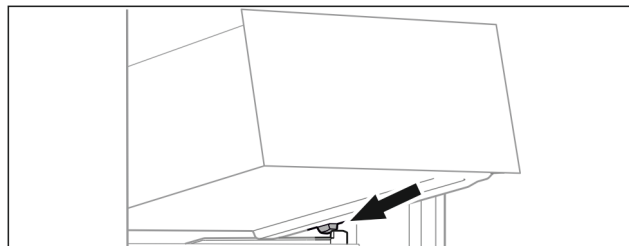

Fig. 121
- ▶ Așezați sertarul oblic în spatele opritoarelor pe nervura recipientului. (vezi Fig. 121)